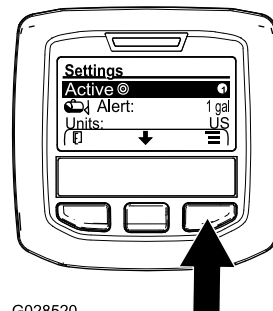

Figura 69
- Carregue no botão de seleção central para realçar a definição da taxa de aplicação ativa (Figura 69).
- Carregue no botão de seleção direito para alternar entre a taxa de aplicação 1 e 2 (Figura 69).